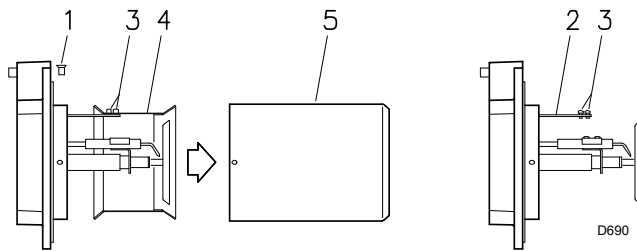

Fig. 12
- svitare le viti 1)(Fig. 12) e smontare il boccaglio 5);